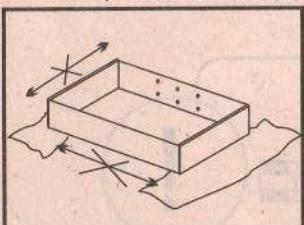
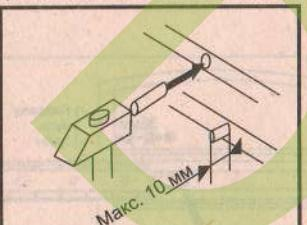

рис. 1
рис. 2
Сборку элементов мебели необходимо производить на мягкой и чистой поверхности (например, полотенце, одеяло), см. рис. 1. В отверстия диам. 8 мм, находящиеся по краям элементов, вбить шканты, см. рис. 2. (сквозные отверстия на стержне стяжки оставить свободными). Внимание: если Вы обнаружите, что какой-либо из шкантов выступает из отверстия на длину более 10 мм, его следует добить, заменить либо укоротить, поскольку при сборке он может повредить деталь.
- Собрать каркас шухляды(соединить между собой шкантами④ детали① и ②).
- Проверить диагональ (диагонали каркаса должны быть ровны друг к другу). Прибить снизу(с неклееной торцовой лентой стороны) ДВП③ гвоздями.
- Разобрать направляющие⑤ на две части④ и ⑥. Для разъединения направляющих используйте рычаг на части⑥, смотрите рис.1.
- Прикрепить с помощью саморезов части④ металлических направляющих к бокам тумбы, смотрите рис.2.